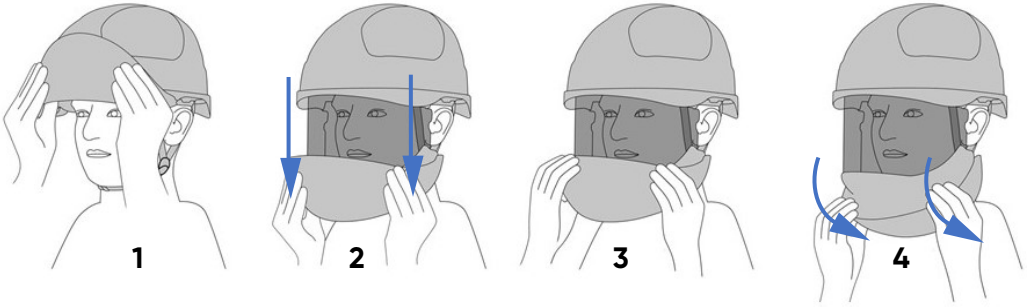

Fig. 6
1. Pour rabattre (ouvrir) l'écran (Fig. 6) il faut l'attraper délicatement à deux mains, les pouces à l'intérieur (1), et tirer (2) jusqu'à ce qu'elle soit complètement rabattue à l'extérieur du casque (3) et ensuite tourner la mentonnière en la tirant vers soi (4) jusqu'à entendre un clic des charnières sur le menton.